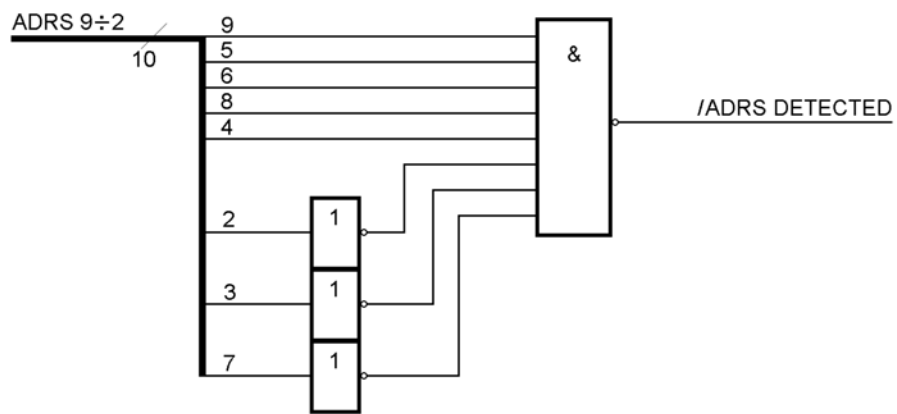

Abb. 7
7. Eine Steckkarte hat ein NAND-Gatter als Adreßdecoder (Abb. 7). Die Adresse umfaßt insgesamt 10 Bits (9...0). Auf welchen Adreßbereich (in Hex) ist die Steckkarte eingestellt?